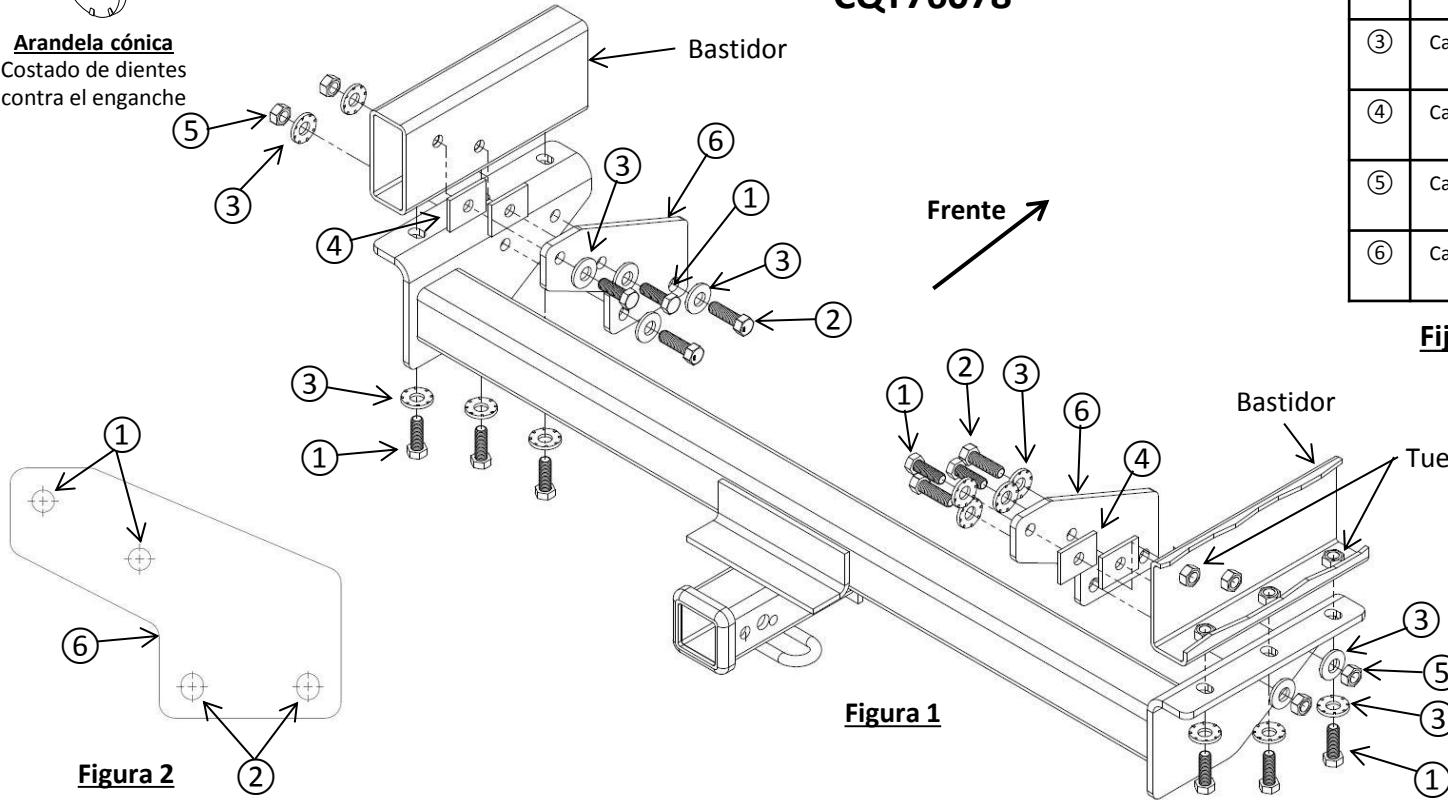

Figura 1
- Instalar la placa de pernos:** Instalar (2) pernos M12 (pieza 1) y (2) arandelas cónicas a través de los orificios (2) superiores de cada placa de pernos. En cada perno, colocar (1) espaciador luego insertar el perno en la tuerca de soldar en el bastidor como se muestra en la Figura 1. En los (2) orificios de la parte inferior de cada placa de pernos y cada soporte del enganche, insertar (1) perno M12 (pieza 2) y (1) arandela cónica y asegurar cada perno con (1) arandela cónica (1) tuerca M12.